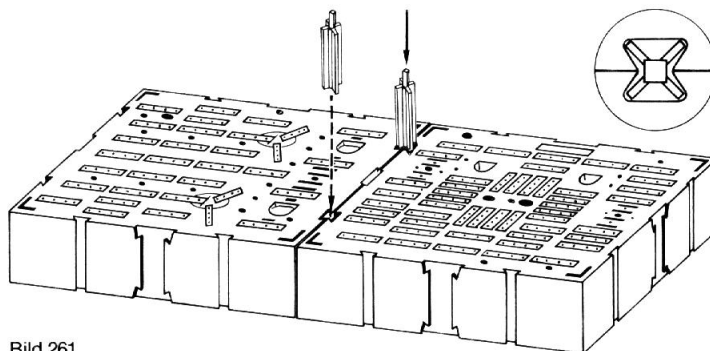

Bild 261
- () Die vier Verbindungsstifte (Teil 73) sollen die drei Platten zusammenhalten. Sie werden in die Randrillen gesteckt, die sich beim Zusammenschieben der Aufbauplatten treffen (Bild 261).